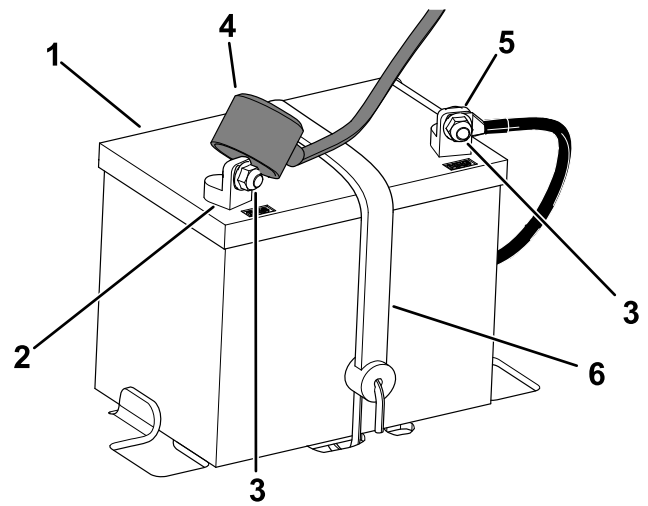

Figure 41
3. Débranchez le câble négatif (noir) de masse de la borne de la batterie (Figure 41).
5. Débranchez le câble positif (rouge) de la borne de la batterie (Figure 41).
6. Déposez la barrette de maintien de la batterie (Figure 41) et soulevez la batterie de son support.
1. Placez la batterie dans son support (Figure 41).
5. Fixez la batterie en place à l'aide de la barrette de maintien (Figure 41).